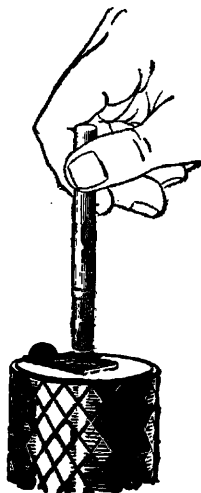

Рис. 15. Как вставить запал
3) взять запал правой рукой (рис. 15) и осторожно вставить его в центральную трубку гранаты, капсюлем-воспламенителем вниз, до упора капсюля-воспламенителя в сапожок предохранителя запала (снаружи центральной трубки останется 7—8 мм запала);